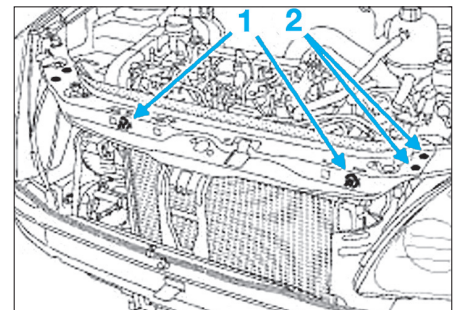

Fig. 35
- les deux vis supérieures (1) de maintien du radiateur sur la traverse supérieure (Fig.35),
- les quatre vis de maintien (2) de la traverse supérieure.